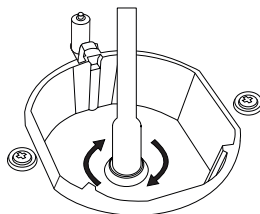

Рис. 6
4. Выкрутите жиклер (Рис. 6) и замените на подходящий.